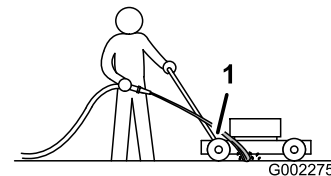

Bild 22
3. Halten Sie den Wasserschlauch auf Holmhöhe und richten Sie den Wasserstrahl unmittelbar vor dem rechten Hinterrad auf den Boden (Bild 22).